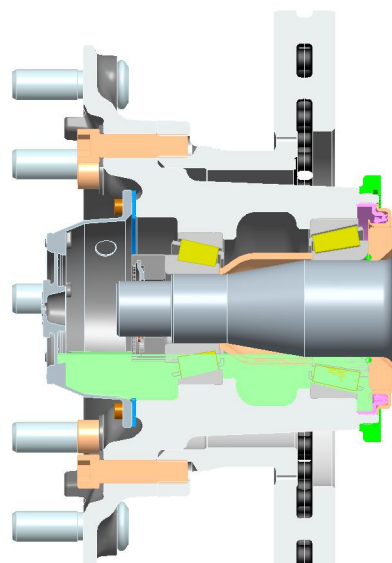

图 8
(3) 单边轮毂加注齿轮油 500—600ml，装好加油螺塞。图 8 待油稳定下来后，通过轮毂盖上